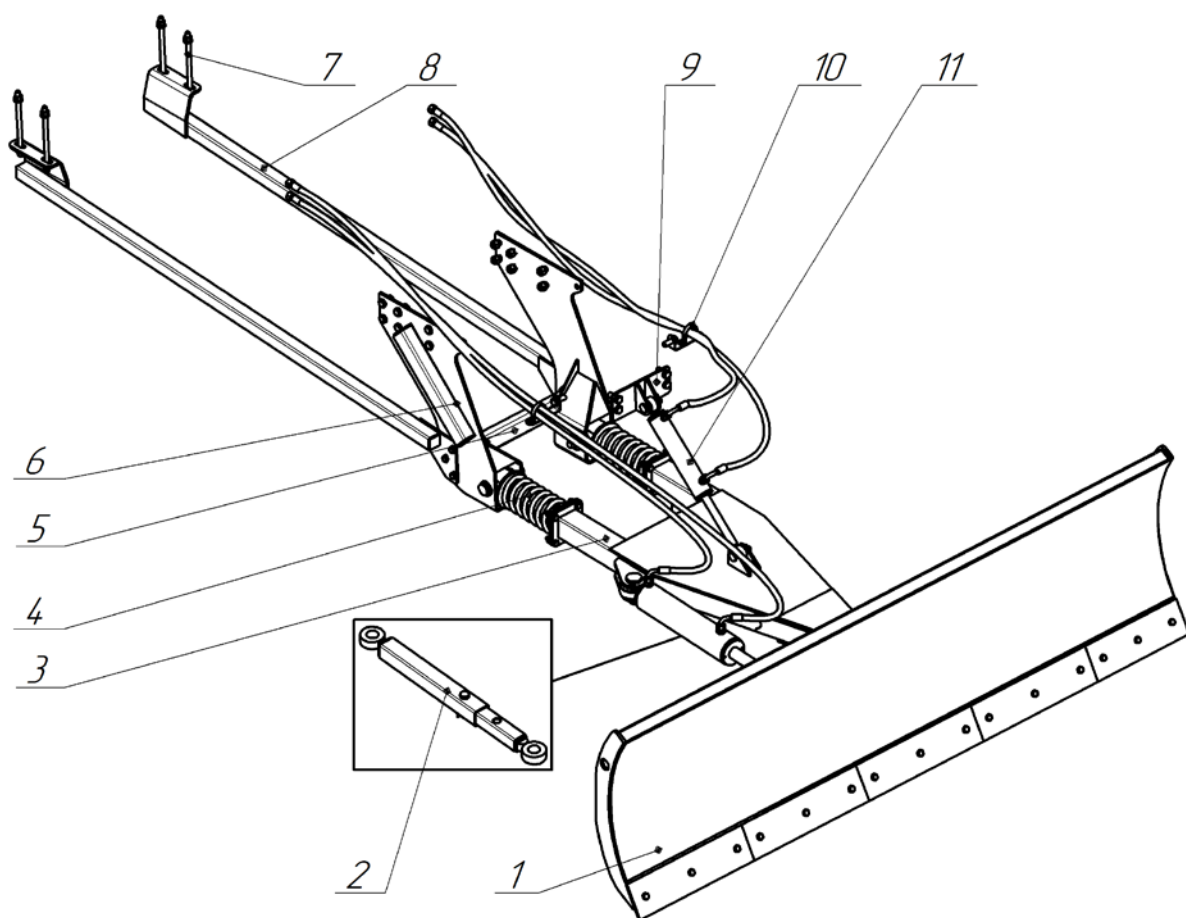
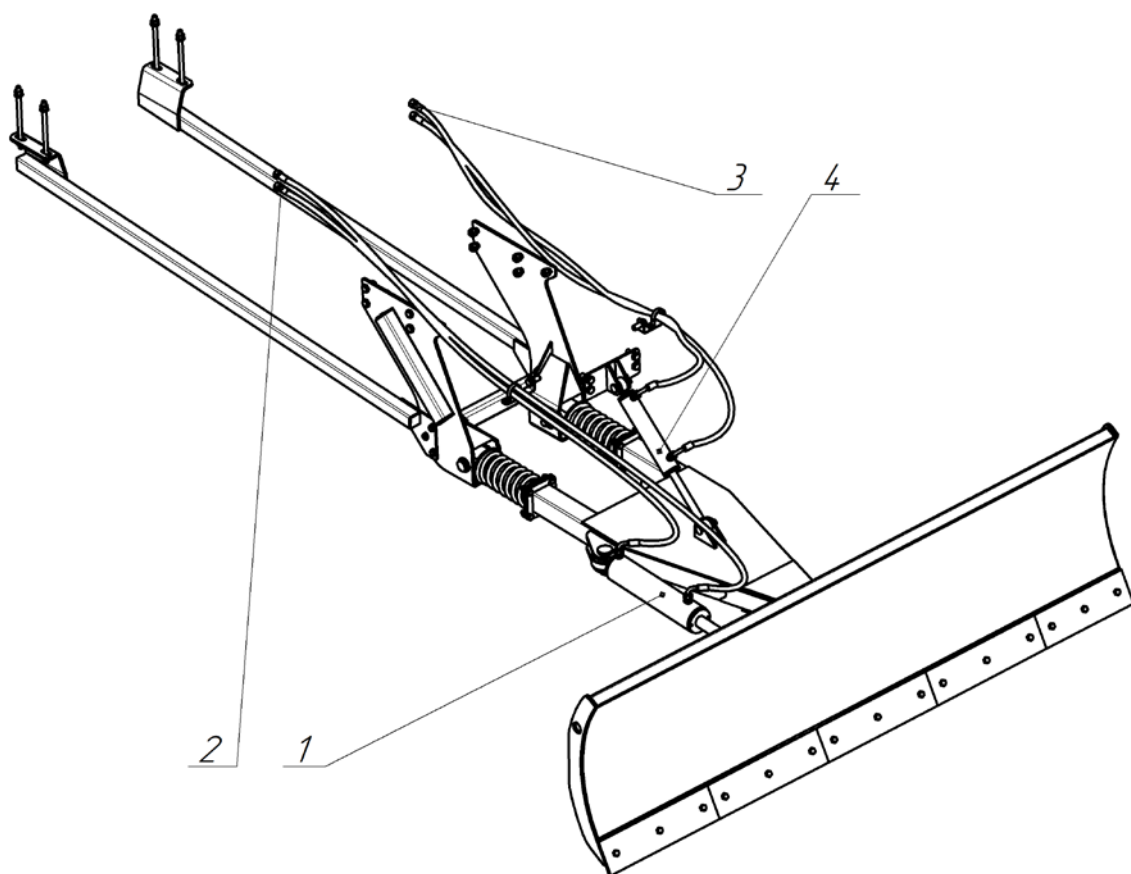

Рис. 1.1 Состав отвала
Рис. 1.2 Гидросистема отвала
1.3.1 Изделие состоит из (рис. 1.1):
- лопаты (1);
- гидроцилиндра поворота лопаты или механического фиксатора поворота лопаты (2) в зависимости от комплектации поворота лопаты;
- дышла (3);
- двух амортизаторов (4);
- распорки (5);
- двух подрамников (6);
- двух тяг на задний мост, состоящих из комплекта крепежа к заднему мосту (7) и двух тяг (8) (опция);
- кронштейна гидроцилиндра подъёма (9);
- комплекта кронштейна РВД (10);
- гидроцилиндра подъёма (11);
- комплекта гидравлического оборудования для подключения отвала к гидросистеме трактора (рис. 1.2).